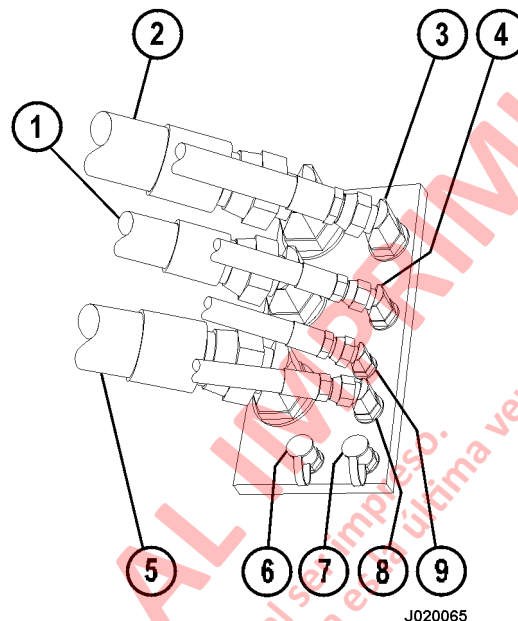

FIGURA 4-1. MANGUERAS DEL FRENO TRASERO
18. Mueva uno de los medidores de presión (BR o BF) al puerto de presión (14, Figura 4-1) de liberación del freno de estacionamiento (PK2).
23. Mueva ambos medidores de presión de 20 685 kPa (3 000 psi) a los puertos de prueba "LBP" (7, Figura 4-1) y "RBP" (6) en el múltiple al lado izquierdo de la caja del eje trasero.
29. Devuelva ambos medidores de presión de 20 685 kPa (3 000 psi) a los puertos de prueba "BF" (21, Figura 4-1) y "BR" (22) en el gabinete de freno hidráulico.
33. Gire la llave hacia la posición ON, pero no arranque el motor. Espere dos minutos, luego revise la lectura en el puerto de prueba (15) de presión baja del acumulador (LAP1)
34. Lentamente, abra un poco la válvula de purga del acumulador del freno delantero (9) mientras observa la presión en disminución en el puerto de prueba (15) de baja presión del acumulador (LAP1).
35. Cierre la válvula de purga del acumulador del freno delantero (9, Figura 4-1). Registre las presiones de aplicación de los frenos delantero y trasero después de la aplicación automática.** Registre en la hoja de datos.*
39. Lentamente, abra un poco la válvula de purga del acumulador del freno trasero (7) mientras observa la presión en disminución en el puerto de prueba (15) de baja presión del acumulador (LAP1).
40. Cierre la válvula de purga del acumulador del freno trasero (7). Registre las presiones de aplicación de los frenos delantero y trasero después de la aplicación automática.** Registre en la hoja de datos.*